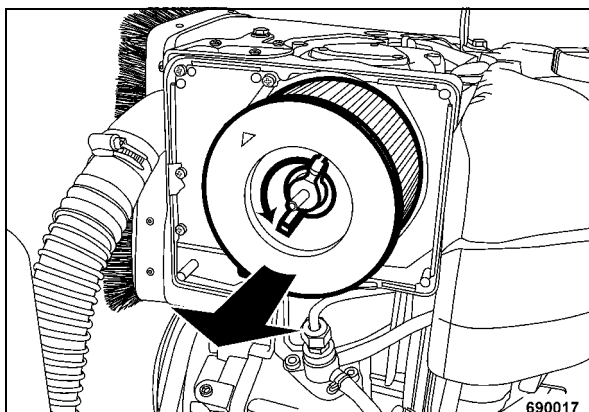

рис. 71
- Отвинтить гайку-барашка и вынуть фильтрующий элемент (рис. 71).